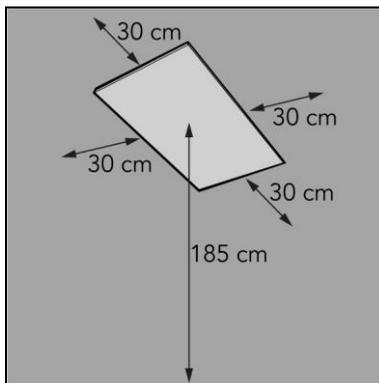

Figure 12
2. Placez l'appareil en respectant une distance minimale (figure 12) de :